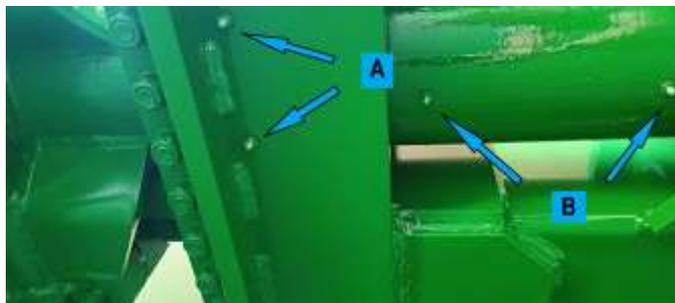

Figure 27
- Les 2 côtés de la glissière (figure 27, repère A et B et figure 28, repère A).